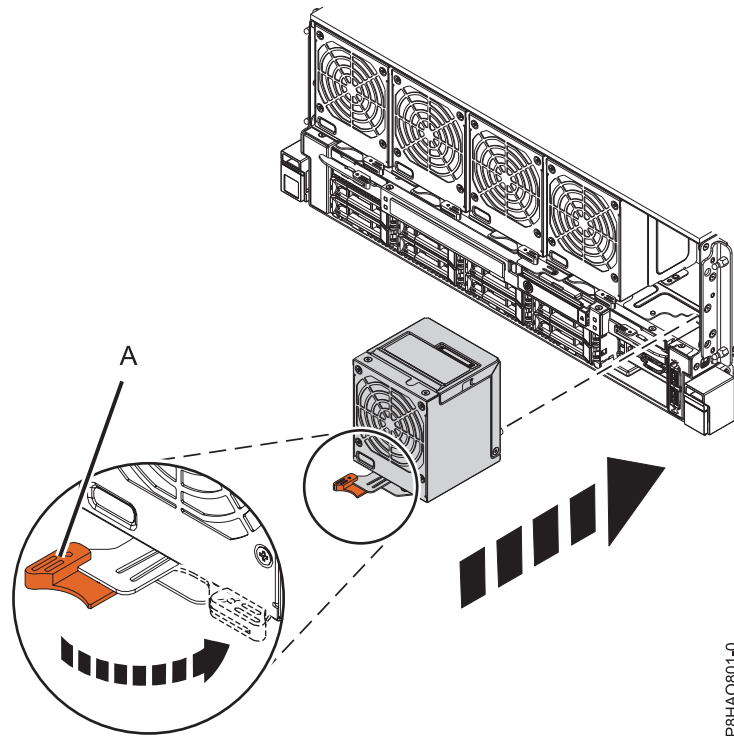

Abbildung 3. Vorderen Lüfter im System austauschen
2. Stellen Sie sicher, dass der Lüftergriff (A) geöffnet ist (siehe Abb. 3 auf Seite 5).
3. Stützen Sie die Unterseite des Lüfters mit der Hand ab und richten Sie dabei den Lüfter an der Lüfterposition aus. Schieben Sie ihn dann in das System hinein. Siehe Abb. 3.
4. Drehen Sie den Lüftergriff (A) in die abgebildete Richtung und drücken Sie dann auf den Lüftergriff, bis die Verriegelung einrastet. Siehe Abb. 3.